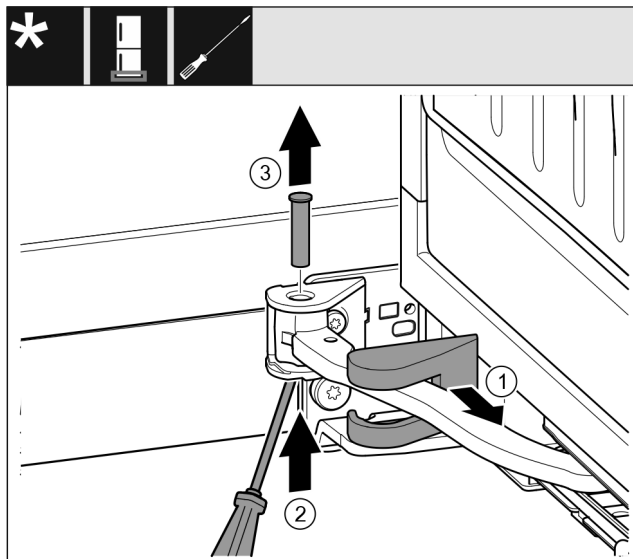

Fig. 17
- ▶ Stáhněte kryt stojanu ložiska Fig. 17 (1) a posuňte podél kloubu.
- ▶ Čep Fig. 17 (2) zespolu nadzvedněte šroubovákem.
- ▶ Čep Fig. 17 (3) vytáhněte shora.